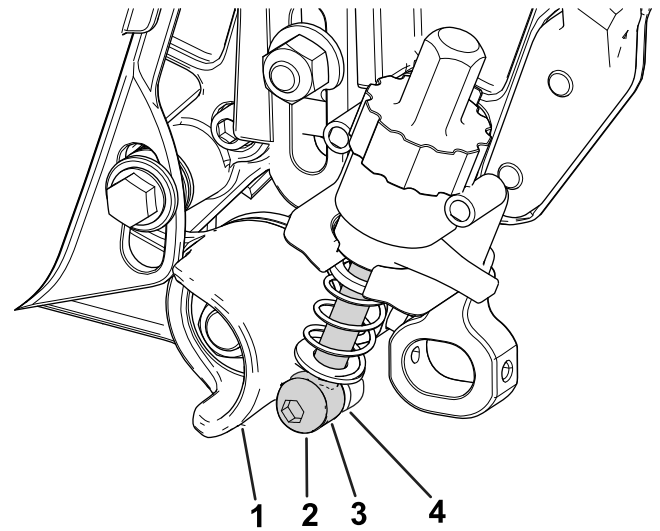

Bild 13
- Richten Sie die Einstellarm-Stange in der Nähe des Einstellrings an der Spannscheibenbaugruppe aus und befestigen Sie sie mit einer Ansatzschraube und einer gehärteten Unterlegscheibe (Bild 13) am Ring; ziehen Sie die Ansatzschraube auf ein Drehmoment von 16 bis 22 N·m an.